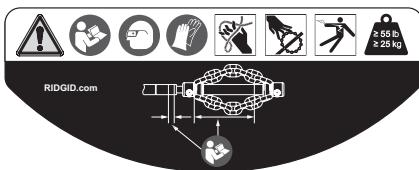

Figure 3 – Avertissement
- La présence et lisibilité de l'avertissement apposé sur la machine (*Figure 3*).